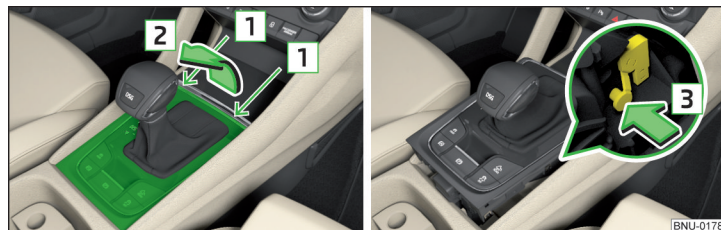

Fig. 336 Scoaterea capacului / deblocarea selectorului de viteze
- › Introduceți o șurubelniță dreaptă sau o sculă similară în fantă, în zona săgeții lor **1** » fig. 336 și desprindeți cu atenție capacul în sensul săgeții **2**.